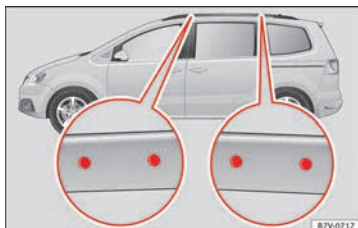

Fig. 175 Puntos de fijación de los soportes básicos y del portaequipajes de techo.
Los orificios de posicionamiento se encuentran en el lado interior de las barras laterales del techo » **fig. 175.**
- El soporte básico debe fijarse únicamente en los puntos indicados en la ilustración » **fig. 175.**